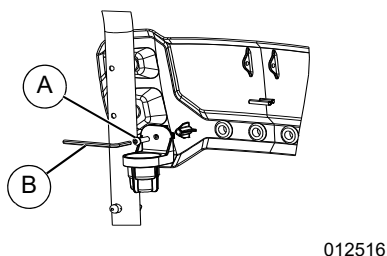

Figura 2-3. Funda de boquilla auxiliar
3. Consulte la **Figura 2-3**. Si se incluyen las boquillas auxiliares (rociador de jabón o turboboquilla), conecte la funda de boquilla auxiliar al lado del letrero con el tornillo incluido (A) y la llave hexagonal (B).